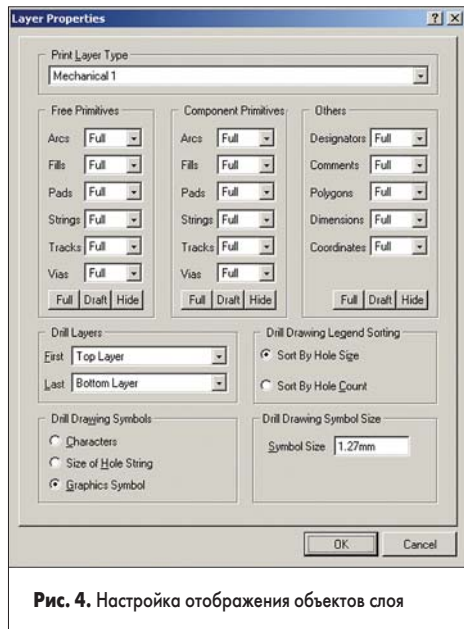

Рис. 4. Настройка отображения объектов слоя
6. Нажмем кнопку Add. Откроется окно Layer Properties (рис. 4), в котором настраивается стиль отображения объектов слоя.
- 5. Выполним щелчок правой кнопкой мыши на листе Top Layer и в появившемся контекстном меню выберем команду Insert Layer. Появится диалоговое окно Layer Properties, показанное на рис. 4.